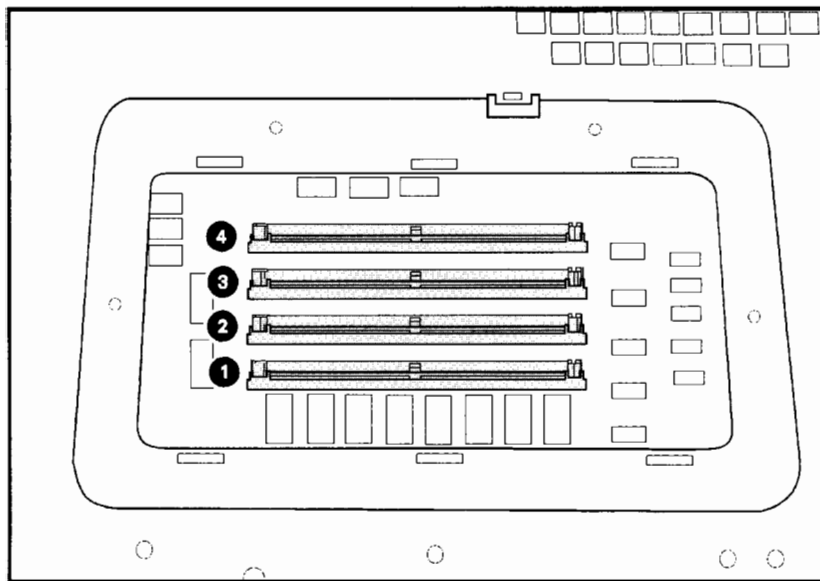
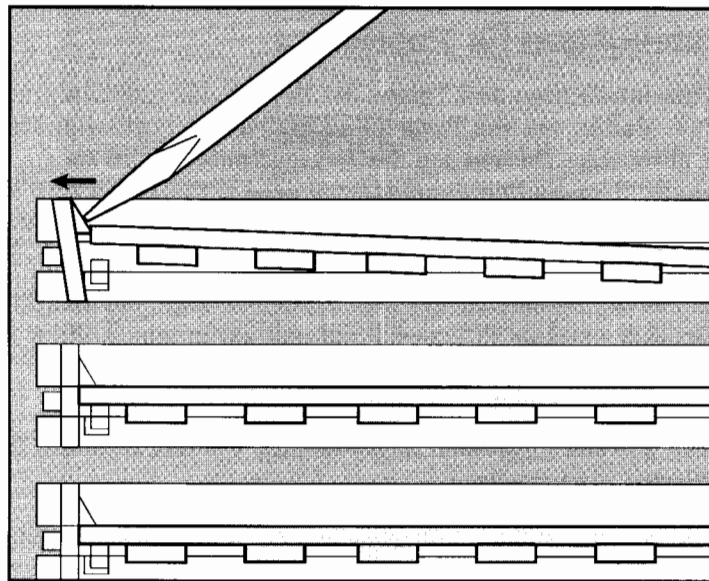

Abb. 1-5: Steckplätze für die SIMM-Erweiterungskarten
Abb. 1-8: Ausbau einer Erweiterungskarte
Beachten Sie, daß bei der Installation der PostScript-Erweiterungskarte in Verbindung mit Speichererweiterungskarten die PostScript-Karte vor den anderen Karten im Steckplatz 1 eingebaut werden muß (siehe Abb. 1-5).
10. Durch die Öffnung können Sie die vier Steckplätze für SIMM-Erweiterungskarten sehen (siehe Abb. 1-5). Bei der Installation von Erweiterungskarten müssen Sie mit dem untersten Steckplatz (1) beginnen und die Steckplätze der Reihe nach belegen. *Dabei sind zuerst die PostScript-Erweiterungskarte in den Steckplatz 1, danach 8-Mbyte-Erweiterungskarten, dann 4-MByte-Erweiterungskarten und zuletzt 1-MByte-Erweiterungskarten einzusetzen. Die PostScript-Erweiterungskarte darf nur im Steckplatz 1 installiert werden.*
2. Durch die Öffnung können Sie die vier Steckplätze für die SIMM-Erweiterungskarten sehen (siehe Abb. 1-5). Drücken Sie mit den Fingern gegen die beiden Federbügel (Clips), die die Erweiterungskarte halten, bis die Karte aus dem Steckplatz gezogen werden kann. (Verwenden Sie einen Schraubendreher, falls erforderlich, und drücken sie damit *vorsichtig* gegen die Federbügel, wie in Abb. 1-8 gezeigt.)